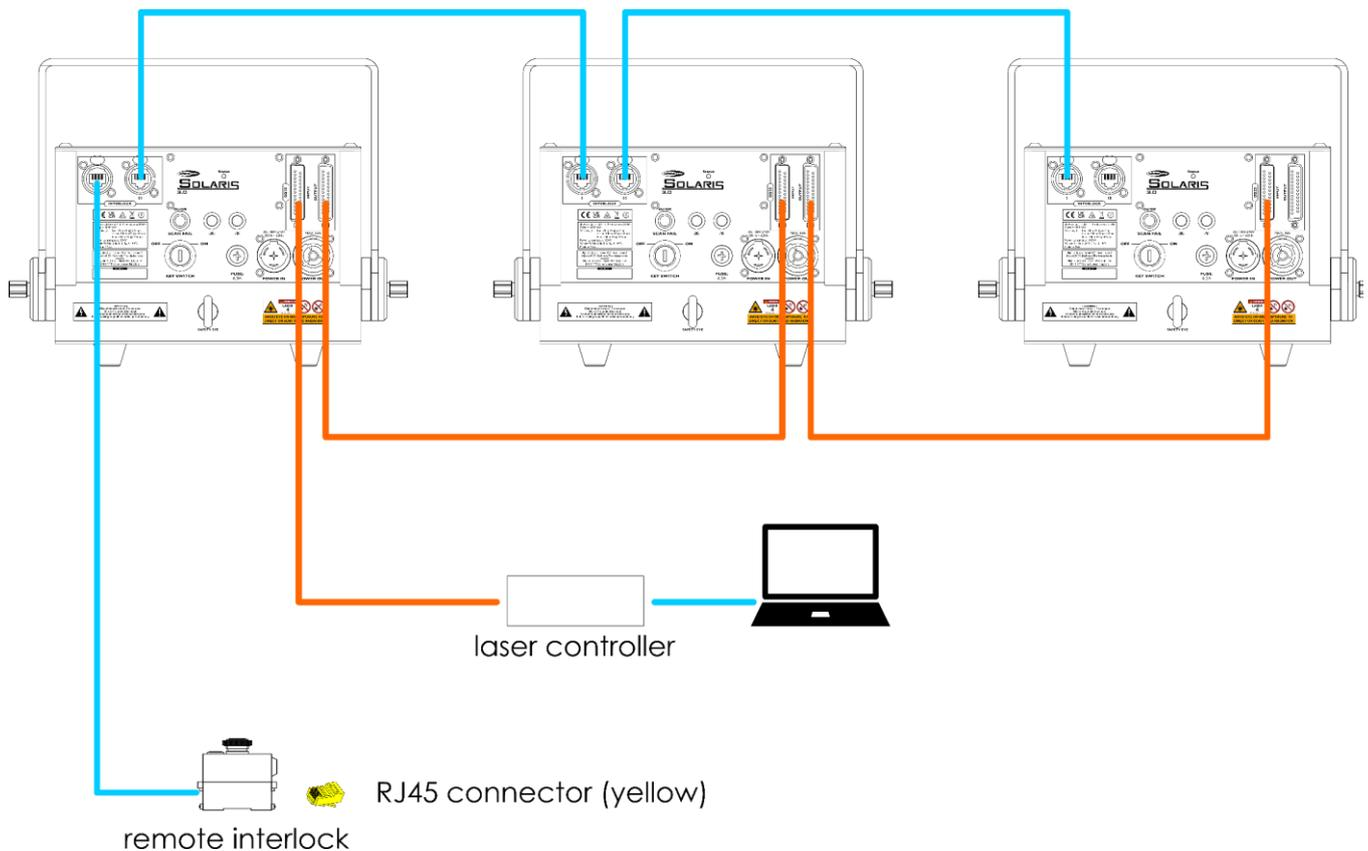

Abb. 15
In Abb. 15 sehen Sie ein typisches Setup mit mehreren Geräten. Befolgen Sie die folgenden Schritte, um das Gerät an einen Lasercontroller, die Fernverriegelung und an andere Geräte anzuschließen:
- 01) Schließen Sie den Lasercontroller an den **ILDA-kompatiblen DB-25-Eingang (15)** an. Verwenden Sie dafür ein ILDA-kompatibles DB-25-Kabel.
- 02) Schließen Sie den **ILDA-kompatiblen DB-24-Ausgang (16)** des ersten Geräts an den **ILDA-kompatiblen DB-25-Eingang (15)** des zweiten Geräts an. Verwenden Sie dafür ein ILDA-kompatibles DB-25-Kabel.
- 03) Verbinden Sie die gewünschte Anzahl an Geräten auf diese Weise in Reihenschaltung hintereinander wie in Abb. 15 gezeigt.
- 04) Schließen Sie den **RJ45-Anschluss (25)** der mit dem Gerät mitgelieferten Fernverriegelung an den **RJ45-Fernverriegelungsanschluss I (09)** am ersten Gerät an. Verwenden Sie dafür ein CAT-5-CAT-5E-/CAT-6-Kabel.
- 05) Schließen Sie den **RJ45-Fernverriegelungsanschluss I (10)** des ersten Geräts an den **RJ45-Fernverriegelungsanschluss I (09)** des zweiten Geräts an. Verwenden Sie dafür ein CAT-5-CAT-5E-/CAT-6-Kabel.
- 06) Wiederholen Sie Schritt 5, um die gewünschte Anzahl an Geräten wie in Abb. 15 zu verbinden.
- 07) Stecken Sie den mit dem Gerät mitgelieferten gelben RJ45-Stecker in den **RJ45-Anschluss (24)** der Fernverriegelung.